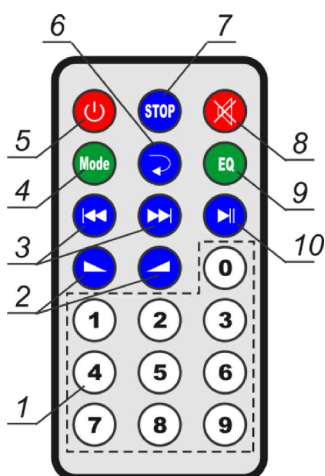

Рисунок 3
- 6.3 Размещение органов управления на инфракрасном пульте дистанционного управления приведено на рис. 3.